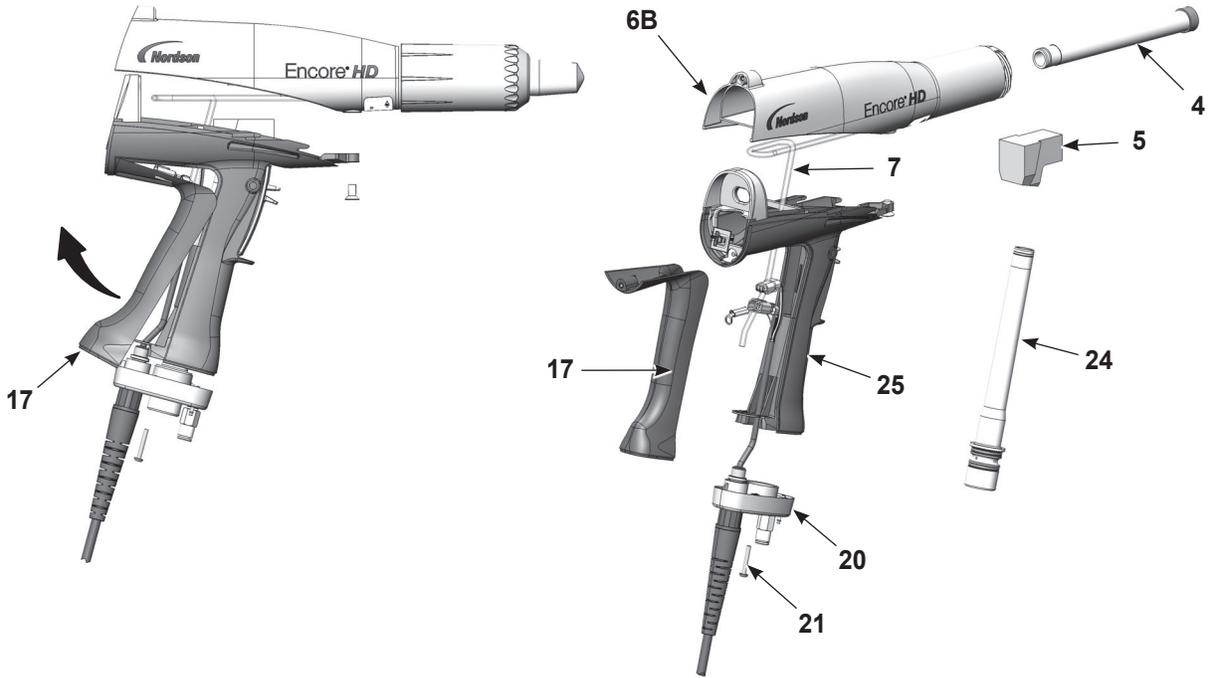

Abbildung 14 Pulverführung ersetzen
2. Siehe Abbildung 14. Das Winkelstück (5) vom Eingangsrohr (24) abnehmen.
3. Die beiden M3×20-Schrauben (21) von der Griffbasis (20) abschrauben.
4. Die Basis weg vom Griff ziehen, dann die Unterseite des Erdungsstücks (17) nach oben und weg vom Griff schwenken und es dann abnehmen. Erdleiter am Erdungsstück angeschlossen lassen.
5. Das Eingangsrohr (24) nach oben aus der Basis herauschieben, dann die Basis zur Seite bewegen und das Eingangsrohr aus dem Griff ziehen.
6. Das Ausgangsrohr (4) vorn aus dem Applikatorgehäuse (6B) schieben.
1. Siehe Abbildung 14. Ausgangsrohr (4) im Applikatorgehäuse (6B) installieren; das Ende des Rohrs muss bündig mit dem Ende des Applikatorgehäuses abschließen.
2. Eingangsrohr (24) im Griff (25) installieren und anschließend das Ende des Rohrs in der Griffbasis (20) installieren.
3. Griffbasis nahe an den Griff schieben; dann das obere Ende des Erdungsstücks (17) im Gehäuse einhaken und das Erdungsstück mit einer Drehbewegung am Griff installieren. Beim Wiederausbauen sicherstellen, dass die Kabeldrähte nicht gequetscht oder eingeklemmt werden.
4. Die Griffbasis an Griff und Erdungsstück installieren und mit den beiden M3×20-Schrauben (21) befestigen.
5. Das Winkelstück (5) am Eingangsrohr montieren; das Ende ist dabei wie abgebildet auf die Vorderseite des Applikators ausgerichtet.